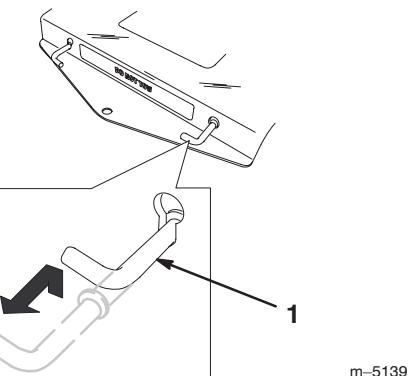

Figure 15
- Tirez les deux leviers de dérivation vers le haut et poussez-les jusqu'à ce que la rondelle de la tige passe dans la fente. Poussez les leviers vers le bas pour les bloquer en position (Fig. 15).
Tirez chaque levier de dérivation vers le haut, puis sortez-les complètement. Poussez les leviers vers le bas (Fig. 15).